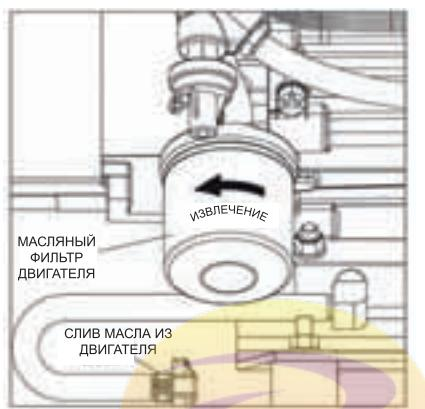

Рисунок 4-2: Расположение масляного фильтра и слива
4. Слив масла, извлеките старый масляный фильтр, повернув его против часовой стрелки. Расположение фильтра см. на Рисунок 4-2.